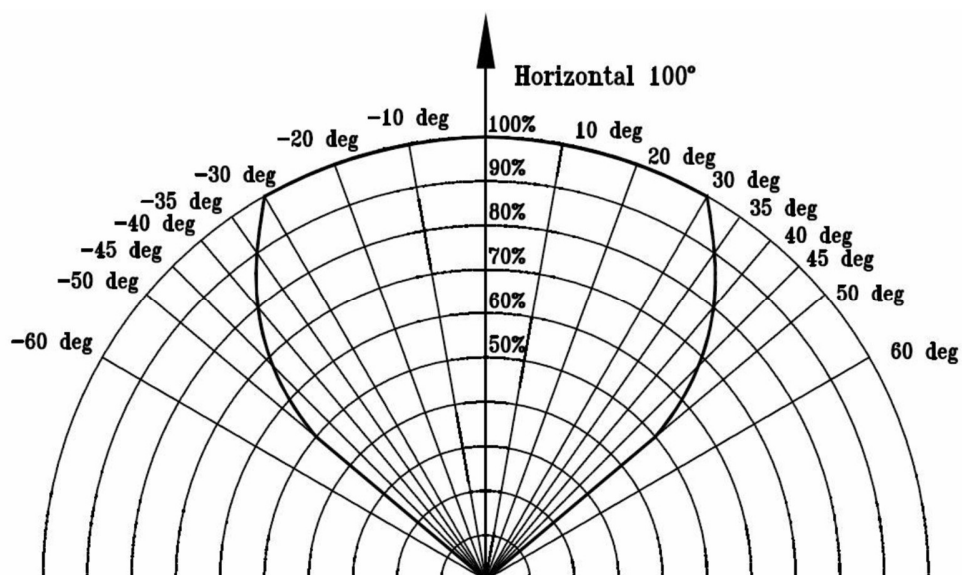

図3-1: SharpEye™ 40/40C-I、C-LB、D-I、D-LBの水平視野
3. 可動式取付台の位置ピン(図3-1のEの先端)を、炎検知器の筐体の開口部に挿入します。(下図参照)